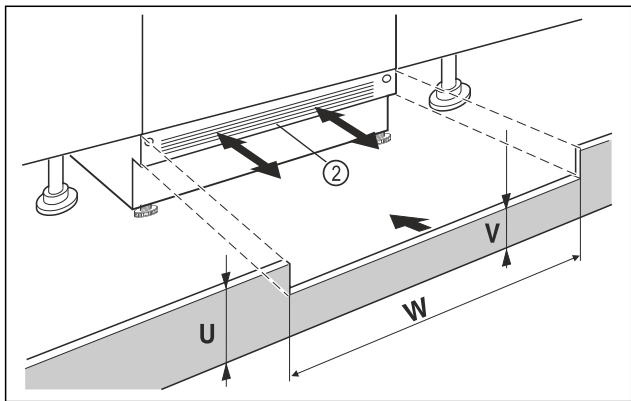

Fig. 88 Ілюстративне зображення
- ▶ Поставте на місце плінтус пристрою Fig. 88 (2), але поки що не закріплюйте його.
- ▶ Якщо плінтус видно Fig. 88 (2), потягніть його вперед так, щоб передній край вентиляційної решітки став урівень із плінтусом меблів.
- ▶ Якщо плінтус приховано Fig. 88 (2), посуньте його повністю назад.
- ▶ Слідкуйте за повністю вільним доступом повітря: За необхідності обріжте плінтус меблів по висоті Fig. 88 (U)!
- ▷ Під плінтусом пристрою Fig. 88 (W) по ширині ніші Fig. 88 (V) облаштуйте сходинок відповідних розмірів Fig. 88 (2).